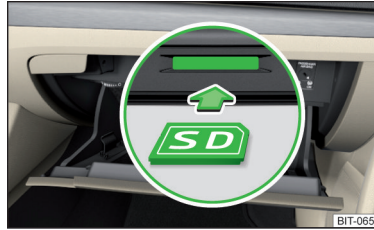

Fig. 181
► **Insérez** la carte SD dans le lecteur respectif dans le sens de la flèche, jusqu'à ce qu'elle « s'enclenche » ► fig. 181 ou ► fig. 182.